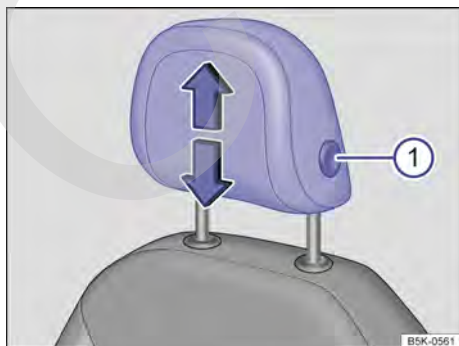

Fig. 68 Apoyacabezas delantero: ajustar.
- Mover el apoyacabezas hacia arriba o hacia abajo, en el sentido de la flecha, presionando el botón → fig. 68 ⓘ. → ⚠ en *Introducción al tema* de la pág. 83